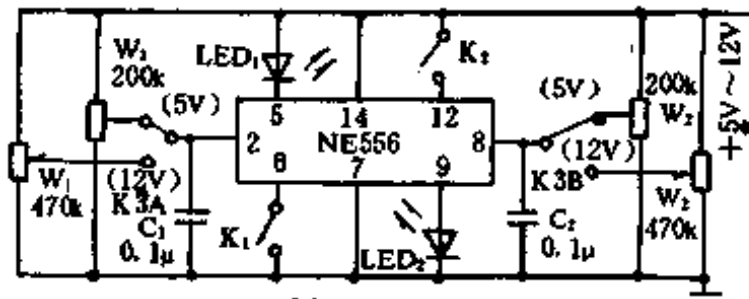

图 1-104
电路如图 1-104 所示,该检测器主要由一只 NE556 双时基集成电路构成,556 的第⑤脚是检测电源瞬时下降变化的,用外接发光二极管 LED1 显示。调节 W1,使②脚保持在略低于门限电压的某点(即比外加电压的 2/3 略低点)。当 Vcc=12V 时,2/3 即为 8V,可调在 7.8~7.9V,且此值越接近 2Vcc/3,对干扰的检测越灵敏。当电源发生瞬时下跳或者是负载电路有瞬时短路引起电源电压下跌时,使第⑤脚跳变为低电平,LED1 导通发光,指示电源向下波动。